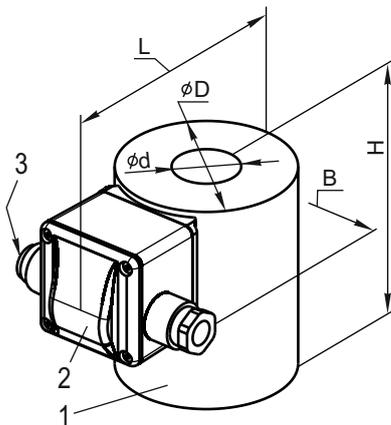

Рис. 1
2.1 Катушка 1 (см. Рис. 1) поставляется в комплекте с клеммной коробкой 2 (катушка и клеммная коробка являются неразборным узлом и залиты компаундом).
4.3.2 Подвод электропитания к катушке осуществляется с помощью клеммной коробки 2, закреплённой на корпусе электромагнитной катушки 1 (рис.1).
4.4.2 Для открытия клапана, на который установлена данная катушка, необходимо подать напряжение на катушку и нажать на кнопку ручного взвода в течение двух секунд и более (см. рис. 1, поз. 3) - происходит открытие клапана. Через 10 с после открытия клапана потребляемая мощность уменьшается до 50% от первоначальной и клапан переходит в режим энергосбережения.